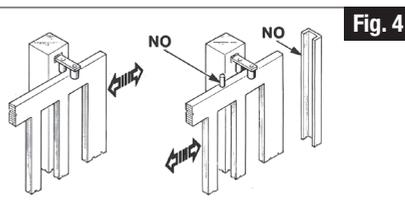

Fig. 4
- Le colonne del cancello devono avere superiormente delle guide antideragliamento (Fig. 4) per evitare involontari sganciamenti.
ATTENZIONE! Eliminare i fermi meccanici del tipo descritto in Fig. 4.